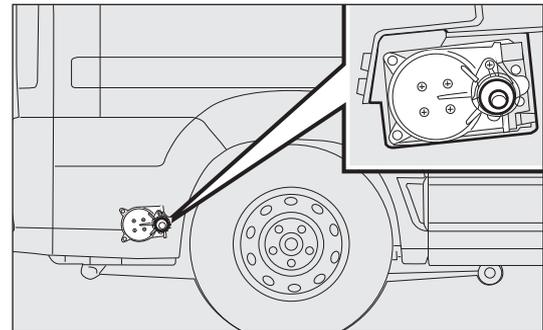
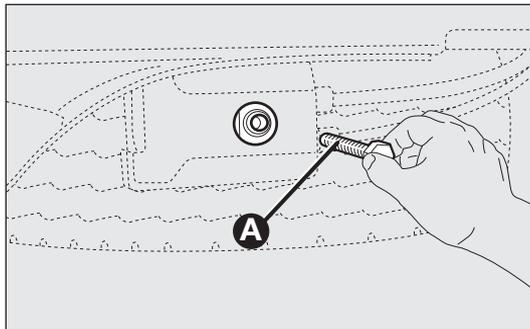

Abb. 156
Abb. 157
- für alle Versionen: vom hinteren Radkasten rechts aus Abb. 156 die Schraube der Radhaltevorrichtung mit dem mitgelieferten Schlüssel mit der entsprechenden Verlängerung/Adapter A-Abb. 157 lösen;
- den Radschlüssel auf die Schraube Abb. 156 – 157 stecken und im Uhrzeigersinn drehen, damit das Rad wieder angehoben wird, bis es vollständig im Sitz unter dem Wagenboden anliegt.
- den Radschlüssel auf die Schraube Abb. 156 stecken und im Uhrzeigersinn drehen, um das Ersatzrad anzuheben.